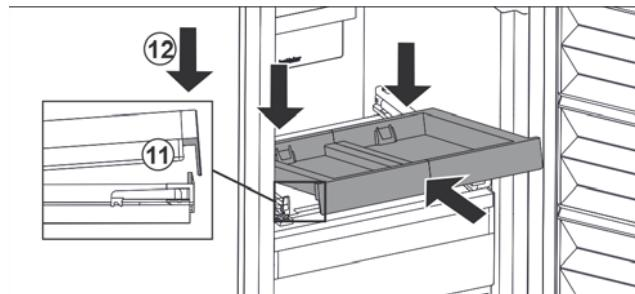

Fig. 32
- Вставьте, наклоняя вниз. Обратите внимание на то, чтобы на обеих сторонах упор был за накладкой. Fig. 32 (11)
- Снимите выдвижную панель спереди. Fig. 32 (12)